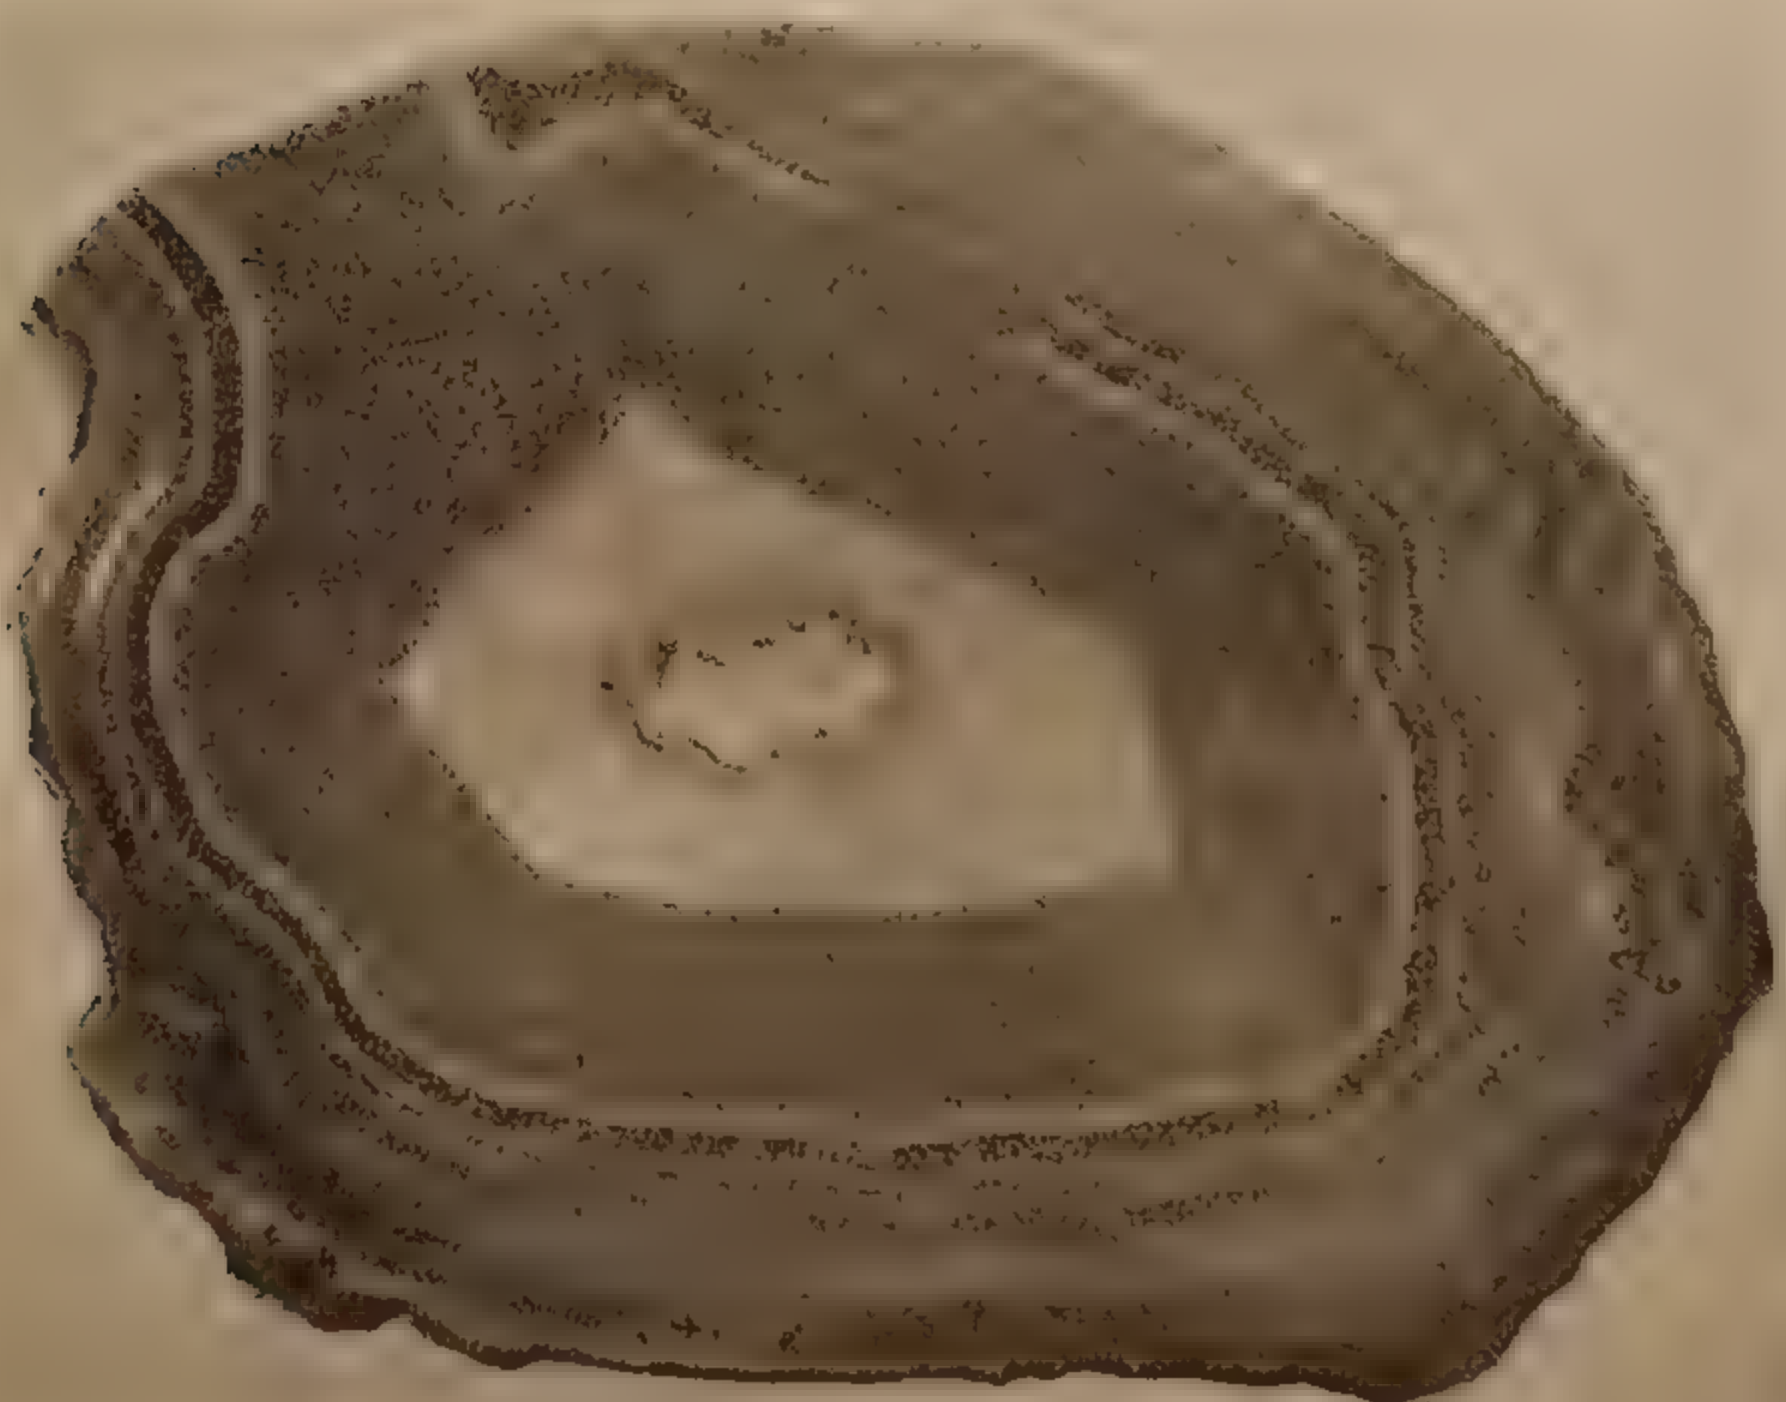

FIG. 122. - Un'agata levigata.
*Agata* quando si presenta a zone o fasce di colori diversi: le fasce sono sfumate o no, a bande o a zig-zag ovvero a zone concentriche talora delimitanti una cavità tappezzata di cristalli: ve ne sono delle bellissime dai colori più svariati; le più belle si trovano in Baviera, Brasile, Stati Uniti, Uruguay (fig. 122 e Tav. II, fig. 11): oggi molte agate sono colorate artificialmente.